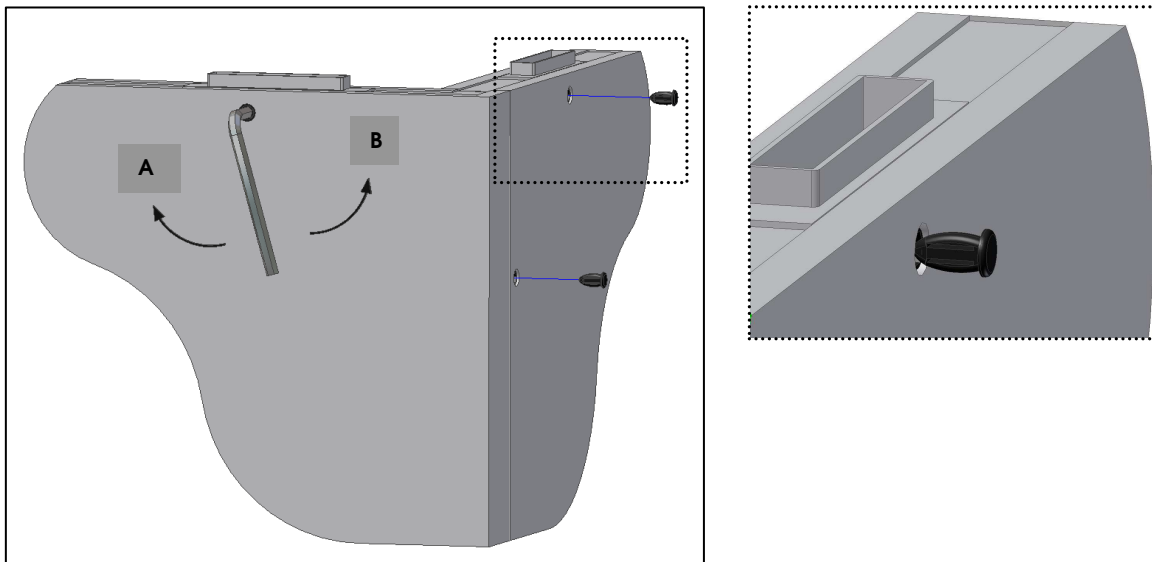

Fig. 10
- Rodar a chave no sentido dos ponteiros do relógio até parar (Fig. 10 – Posição **A**).
- Rodar a chave no sentido contrário até apertar (Fig. 10 – Posição **B**).
- Após o aperto, colocar **tacos** nos furos (Fig. 10).